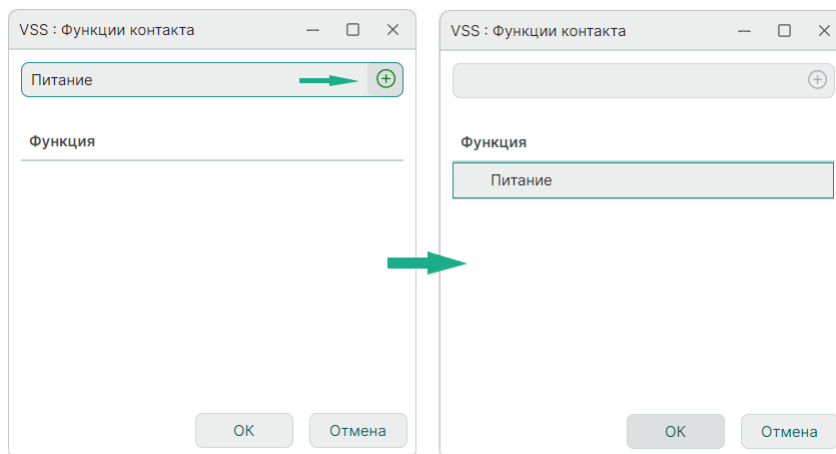

Рис. 264 Добавление функции назначения
2. В окне «Функции контакта» укажите название функции контакта и нажмите символ **+**, см. Рис. 264.